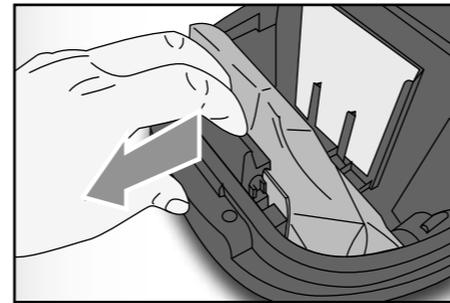

Fig. 7
- Rimuovere il contenitore dopo aver premuto l'apposita levetta di fermo (FIG. 7).
- Rimuovere il sacchetto (FIG. 7).